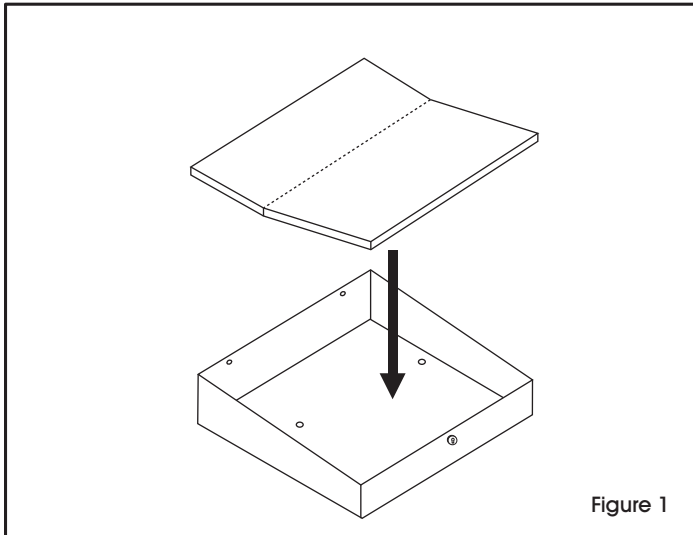

Figure 1
1. Lay top panel on top of the desk. (See Figure 1)
1. Placez le panneau supérieur sur le dessus du bureau. (Voir Figure 1)